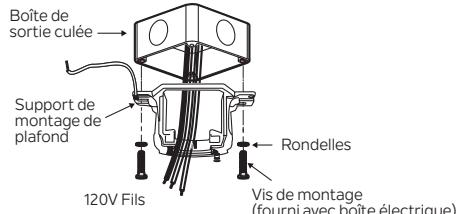

Fig. 6
Étape 3. Passer les fils d'approvisionnement de 120 volts de la boîte de sortie du plafond à travers le centre du support de montage du plafond. (Fig. 6)
Étape 4. Fixez le support de montage du plafond à la boîte de sortie à l'aide des vis et des rondelles incluses dans la boîte de sortie. (Fig. 6)